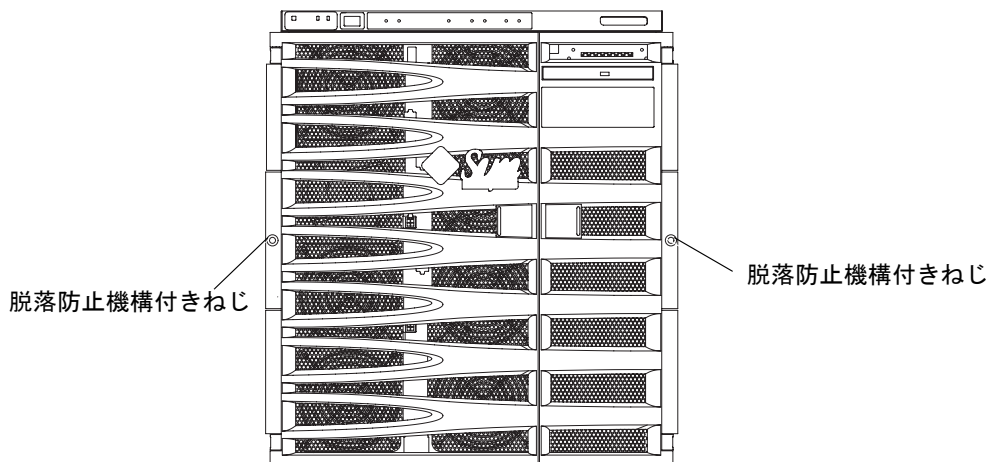

図 3-3 側面ハンドルの脱落防止機構付きねじ
4. 側面ハンドル上の脱落防止機構付きねじを緩めます (図 3-3)。
4. 側面ハンドル上の脱落防止機構付きねじを締めます (図 3-3)。
10. システムの正面にある2本の脱落防止機構付きねじを締めます (図 3-3)。